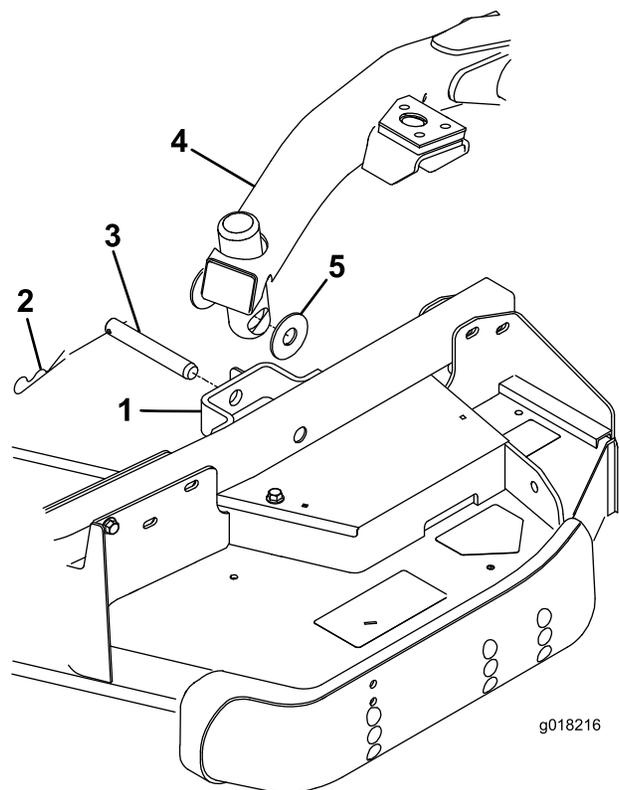

Figure 4
1. Retirez les (2) rondelles de butée, l'axe de chape et la goupille fendue de chaque support de bras pivotant sur le plateau de coupe (Figure 4).
3. Poussez l'interrupteur de relevage en avant en position de flottement. Appuyez sur un bras de relevage jusqu'à ce que ses trous soient en face des trous du support de bras pivotant (Figure 4).
4. Fixez le bras de relevage au bras pivotant avec (2) rondelles de butée, un axe de chape et une goupille fendue. Placez les rondelles de butée entre le bras de relevage et le support de bras pivotant (Figure 4). Insérez l'extrémité de la goupille fendue dans la fente de la patte du bras pivotant pour retenir la goupille fendue.